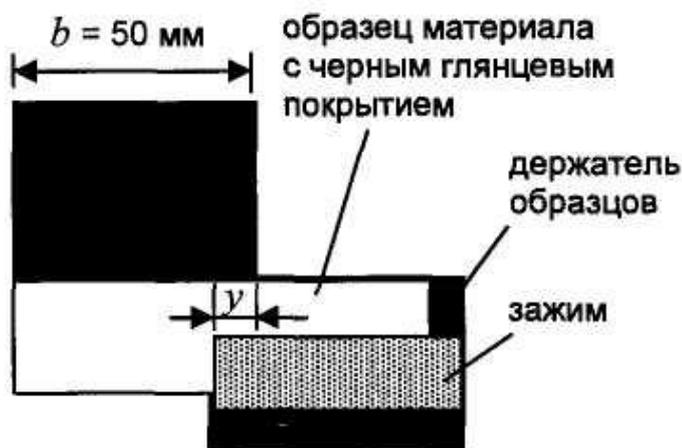

Рисунок 7.2 Схема закрепления образца
5. Выдвиньте образец из звукового поля так, чтобы он держался в держателе своей нижней частью, а его верхняя часть находилась вне звукового поля (светодиод выключен). Разделяющий обе части образца край должен находиться в начале линейки держателя (рисунок 7.2).